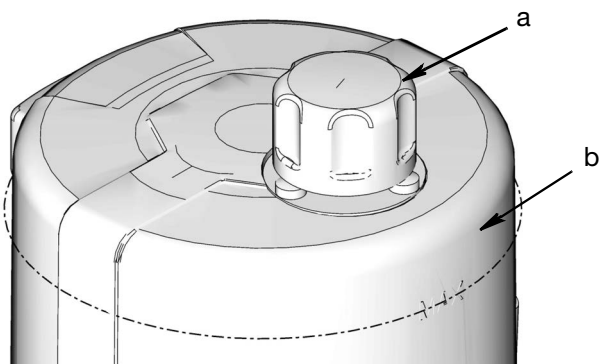

Рис. 14
- Не переполняйте бак (Рис. 14).